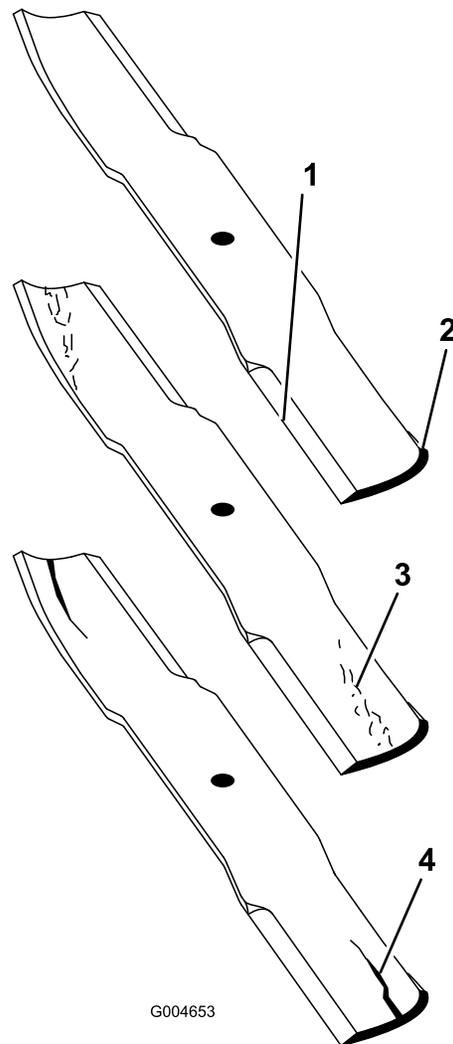

Figure 113
2. Examinez attentivement les tranchants de la lame, particulièrement au point de rencontre de la partie plane et de l'ailette (Figure 113).
**Remarque:** Le sable et les matières abrasives peuvent éroder le métal à cet endroit, c'est pourquoi il est important de contrôler l'état de la lame avant d'utiliser la tondeuse. Remplacez la lame si elle semble usée (Figure 113).